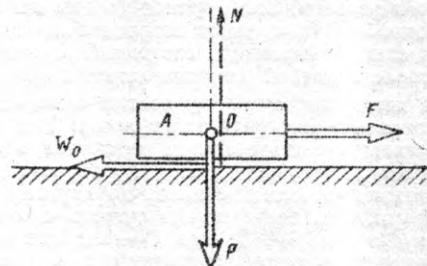

Рис. 2.
**Сила сопротивления движению.** В простейшем случае движения тела по горизонтальной плоскости (см. рис. 2) — это сила трения скольжения  $W_f$ .
**Движение поезда.** Точно такая же картина имеет место и при движении поезда. Если мы представим поезд в виде системы связанных между собой тел: локомотива и вагонов (рис. 3), то увидим у каждого тела наличие этих же двух групп сил. Каждую единицу подвижного состава собственная сила тяжести  $q$  прижимает к рельсам. Силы трения (о них мы далее поговорим подробнее) оказывают сопротивление движению каждой единицы подвижного состава. В сумме эти силы представляют собой сопротивление движению поезда  $W_o$ . А движущая сила  $F$  у поезда одна, ее должен создать локомотив, который тянет поезд. Так как локомотив и вагоны в составе поезда движутся в среднем с одной и той же скоростью, т. е. проходят одно и то же расстояние (от одной станции до другой) за одно и то же время, весь поезд можно считать одним телом суммарным весом  $P + Q$ , где  $Q$  — вес состава. Тогда схема его движения под действием сил на горизонтальном пути будет аналогична рис. 2.